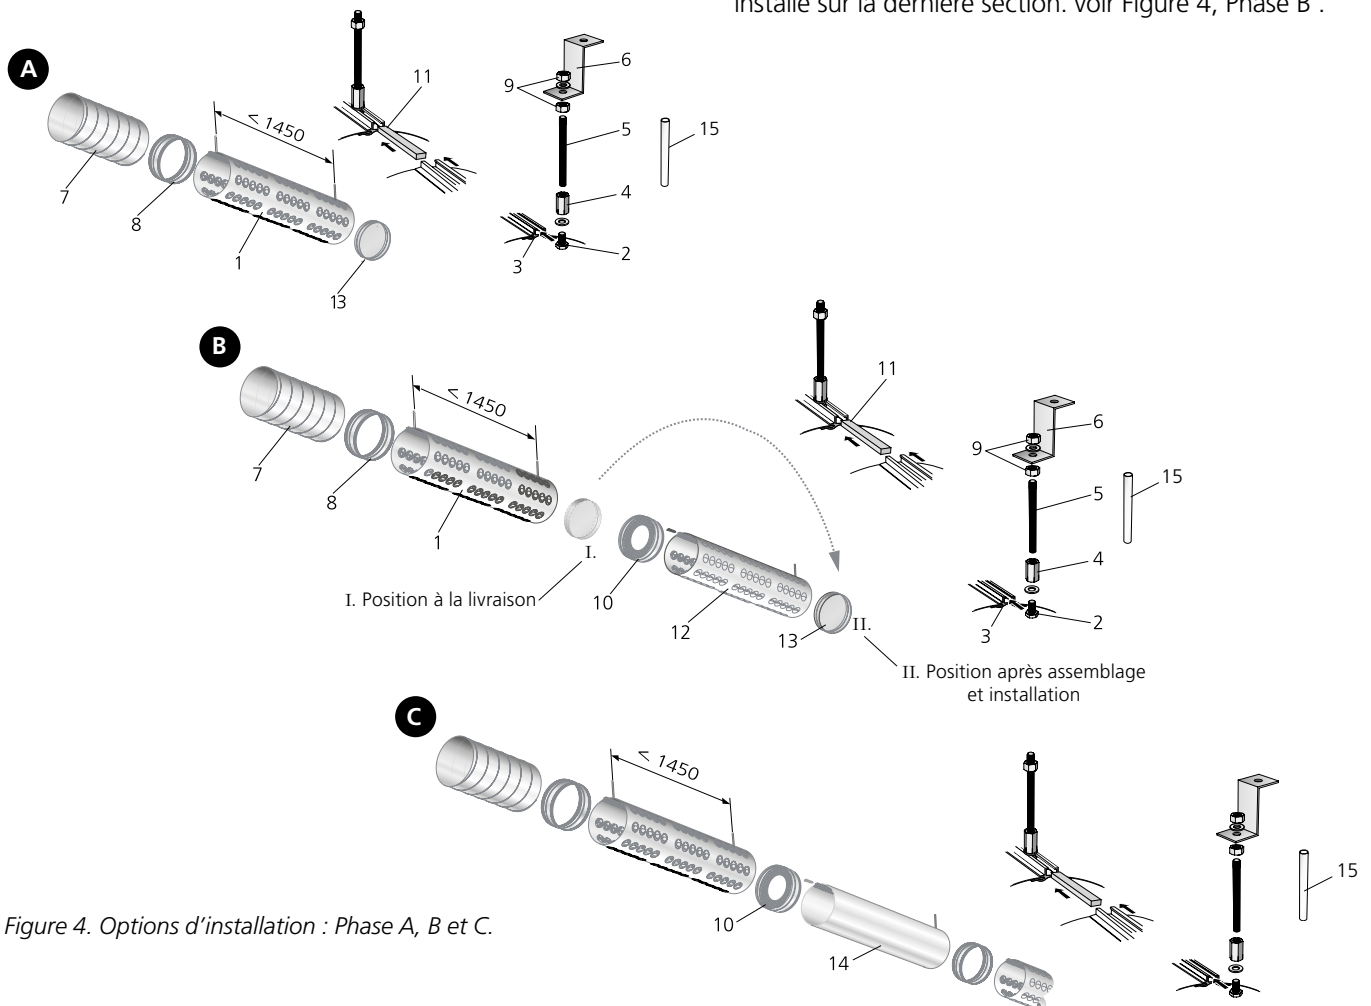

Figure 4. Options d'installation : Phase A, B et C.
- Installer les sections non perforées IBIS D (14) de la même manière que les sections à disques. Noter l'utilisation des raccords standard (8) et des joints de distribution (10) fournis.
- Tous les modèles sont livrés avec capot d'extrémité (13) déjà en place sur la première section. Dans tous les cas, sauf utilisation de gaines de 1500 mm de long, ce capot doit être installé sur la dernière section. voir Figure 4, Phase B .